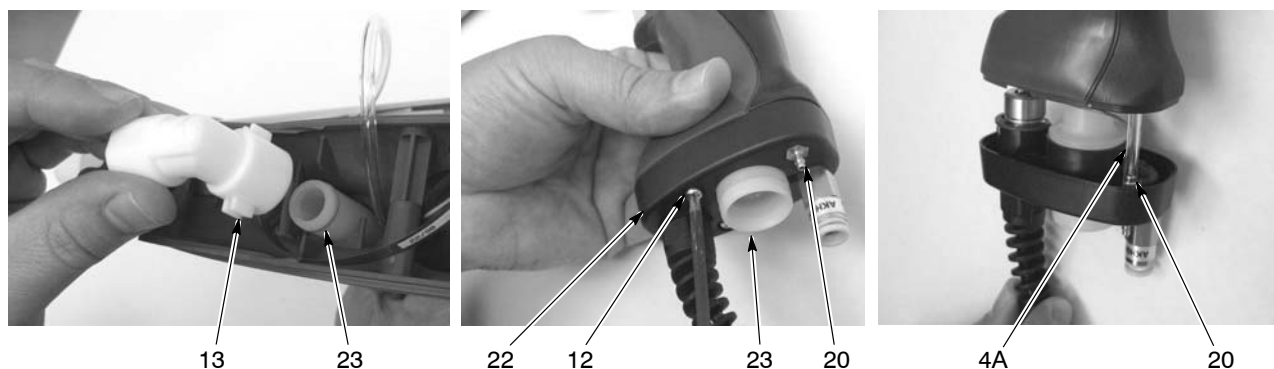

Рис. 5-7 Снятие колена и отсоединение основания от рукоятки
7. См. рис. 5-7. Снять колено (13) с впускной трубкой (23).
8. Вывернуть два винта М3 х 20 (12) крепления основания рукоятки (22) к узлу рукоятки.
10. Стянуть бесцветную 4-мм трубку (4А, часть узла фильтра) с завершенного фитинга (20).